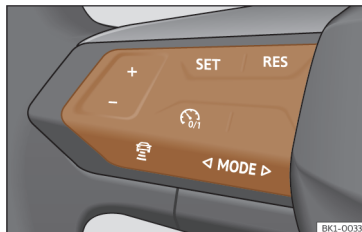

Abb. 103 Am Multifunktionslenkrad: Tasten zur ACC-Bedienung
- Taste **SET** drücken, um die Regelung zu starten >>> **Abb. 103**.
Um die Geschwindigkeit zu programmieren, drücken Sie die Tasten + o → » **Abb. 103** bis zur gewünschten Geschwindigkeit. Die Einstellung der Geschwindigkeit erfolgt in Schritten von 10 km/h (5 mph).
- Taste  und danach Taste + oder – » **Abb. 103** drücken.